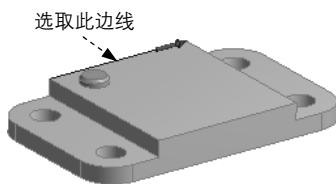

图 3.4.9 定义第一方向
(1) 定义第一方向参考元素。单击以激活 **Direction** 后的文本框, 选取图 3.4.9 所示的实体边
线为参照方向，调整箭头方向如图 3.4.9 所示，并单击 **Apply** 按钮确认。